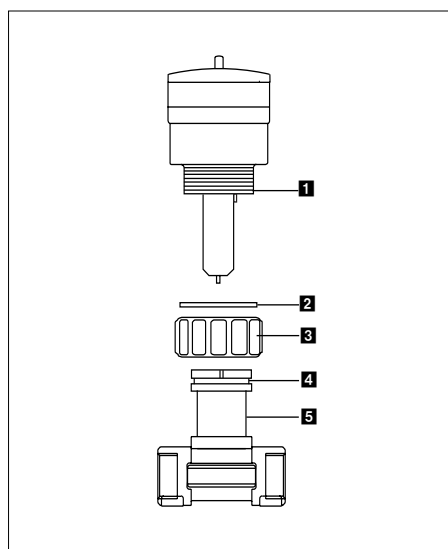

Fig. 3.2 Montaje del 8025, versión compacta
3.2.1 Versión compacta (fig. 3.2)